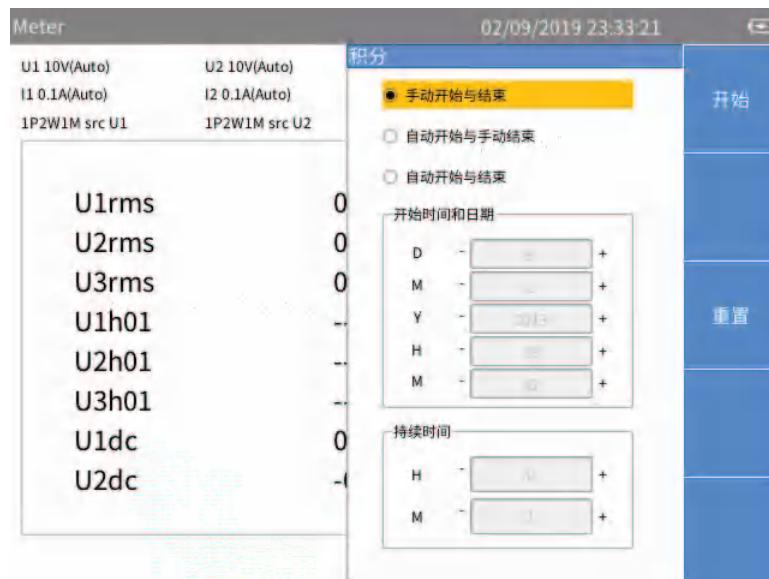

图 15. 自动开始与结束
- 设置自动开始日期与时间、持续时间，并按 **F4** (确认) (如图 图 15。)